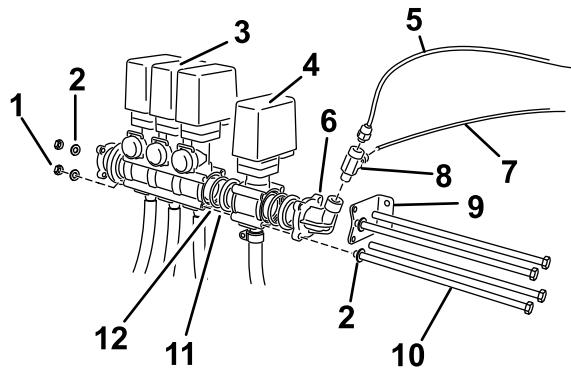

Figura 5
- Localice el conjunto de la válvula del carrete de la manguera entre las piezas sueltas e instálelo en línea con las válvulas existentes (Figura 5).
6. Posicione el soporte en el extremo del conjunto de las válvulas, en los dos orificios del codo más próximos al soporte de montaje de las válvulas de los brazos (Figura 5).
7. Introduzca dos pernos largos (M8 x 260 mm) a través del soporte de montaje, por los taladros superior e inferior de los cuerpos de las válvulas del carrete de la manguera y las válvulas de retorno de los brazos más próximos al raíl de montaje (Figura 5).
9. Utilice los otros dos pernos (M8 x 260 mm) y las arandelas existentes para sujetar los conjuntos de las válvulas en los taladros abiertos de los cuerpos de las válvulas (Figura 5).
13. Instale el acoplamiento en T (Figura 5)